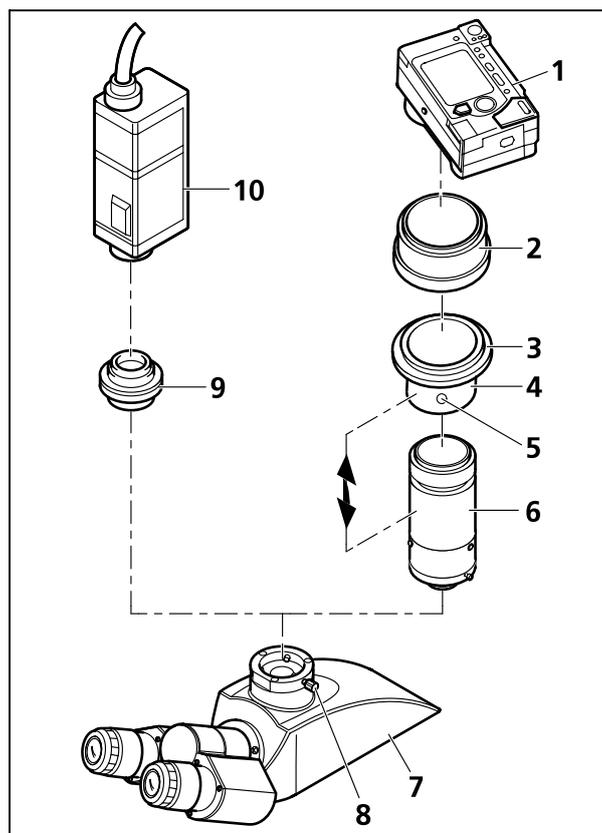

Рисунок 17 Установка фотокамеры
- При необходимости привести фототубус в рабочее положение (Рисунок 17/7) (смотри раздел 3.4.1).
- Ослабить зажимный винт (Рисунок 17/8) и снять пылезащитный колпак с фототубуса.
- Подвижная оправа (Рисунок 17/4), резьбовое адаптерное кольцо М37/52 (Рисунок 17/3) и оправа линзы (Рисунок 17/6) поставляются как предварительно смонтированный «адаптер Р95 М37/52х0,75 для цифровой фотокамеры». Рисунок рядом показывает этот блок в разобранном виде. Кроме того, с подвижной оправы (Рисунок 17/4) можно отвинтить резьбовой адаптер М37/52 (Рисунок 17/3) (не изображён), что позволяет подсоединить фотокамеру с резьбой М37.
- Установить адаптерное кольцо (Рисунок 17/2) (входит в объём поставки фотокамеры) к фотокамере (Рисунок 17/1) (смотри инструкцию по обслуживанию фотокамеры).
- Ввинтить блок, состоящий из подвижной оправы (Рисунок 17/4), резьбового адаптерного кольца М37/52 (Рисунок 17/3) и оправы линзы (Рисунок 17/6), в адаптерное кольцо (Рисунок 17/2).
- Вставить фотокамеру с адаптером до упора в фототубус, выставить и зафиксировать её с помощью зажимного винта (Рисунок 17/8).
- В зависимости от конфигурации микроскопа или типа используемой фотокамеры может потребоваться оптимизация расстояния между камерным объективом и оправой линзы (Рисунок 17/6) (смотри двойную стрелку), в частности тогда, когда уже невозможно получить необрезанное изображение по всему диапазону варьирования фокусного расстояния камерного объектива. В таком случае необходимо поступить следующим образом:
- Ослабить резьбовой штифт (Рисунок 17/5).
- Варьировать фокусировку камерного объектива от широкоугольной (W) до телесъёмки (T).
- Резьбовой штифт снова затянуть (Рисунок 17/5).
Фотокамеры, оснащённые резьбой «C-Mount», присоединяются к фототубусу микроскопа с помощью адаптера «P95-C 2/3"» 0,65х или «P95-C 1/2"» 0,5 (Рисунок 17/9).
- Вставить фотокамеру (Рисунок 17/10) вместе с подходящим адаптером (Рисунок 17/9) до упора в фототубус, выставить и зафиксировать с помощью зажимного винта (Рисунок 17/8).